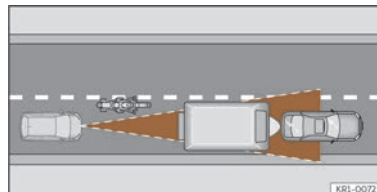

Fig. 113 Motociclista circulando por delante fuera del radio de acción del sensor de radar.
- Vehículos que circulen desalineados o fuera de la zona de detección del sensor, por ejemplo, motocicletas >>> **fig. 113.**